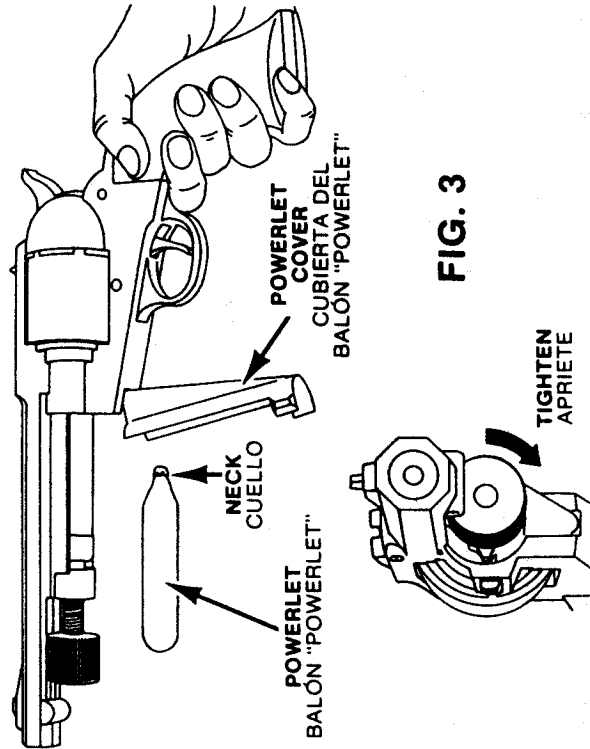

FIG. 3
- Put Powerlet in pistol, neck toward trigger. (Fig. 3)
- Ponga el balón "Powerlet" en el revólver, con el cuello hacia el gatillo (Fig. 3).